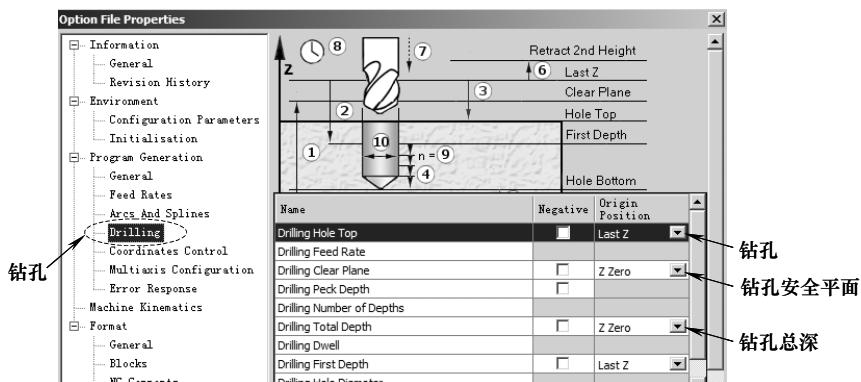

图 9-28 设置钻孔相关规则
6) Program Generation→Drilling: 设置钻孔相关规则, 如图 9-28 所示。